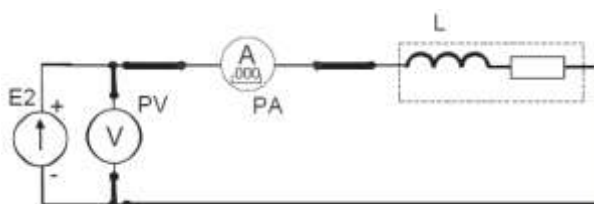

Рисунок 11 – Цепь постоянного тока с катушкой индуктивности
5. Определить величину активного сопротивления катушки методом амперметра и вольтметра. Для этого подключить её к источнику постоянного напряжения $E2$ (рис. 11). Установить у цифрового амперметра режим измерения постоянного тока. После проверки схемы преподавателем включить источник питания $E2$, установить у него выходное напряжение 10 В и измерить величину постоянного тока в цепи. Результат занести в таблицу 12. Выключить электропитание.